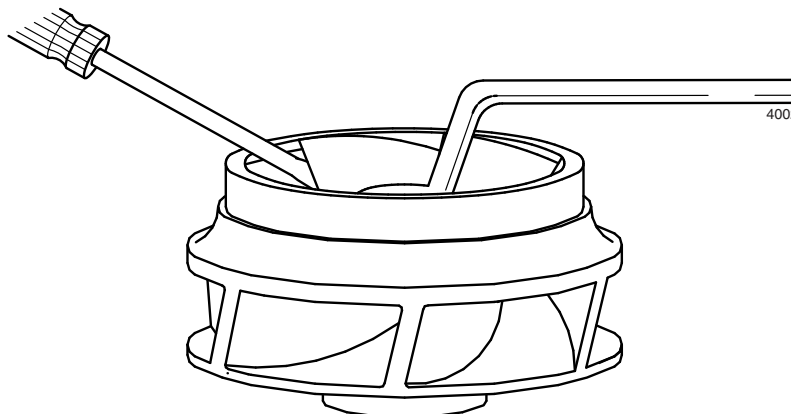

Рисунок 4: Ослабление накидной гайки.
- 2 Заблокируйте вращение крыльчатки (0120), см. рисунок 4.